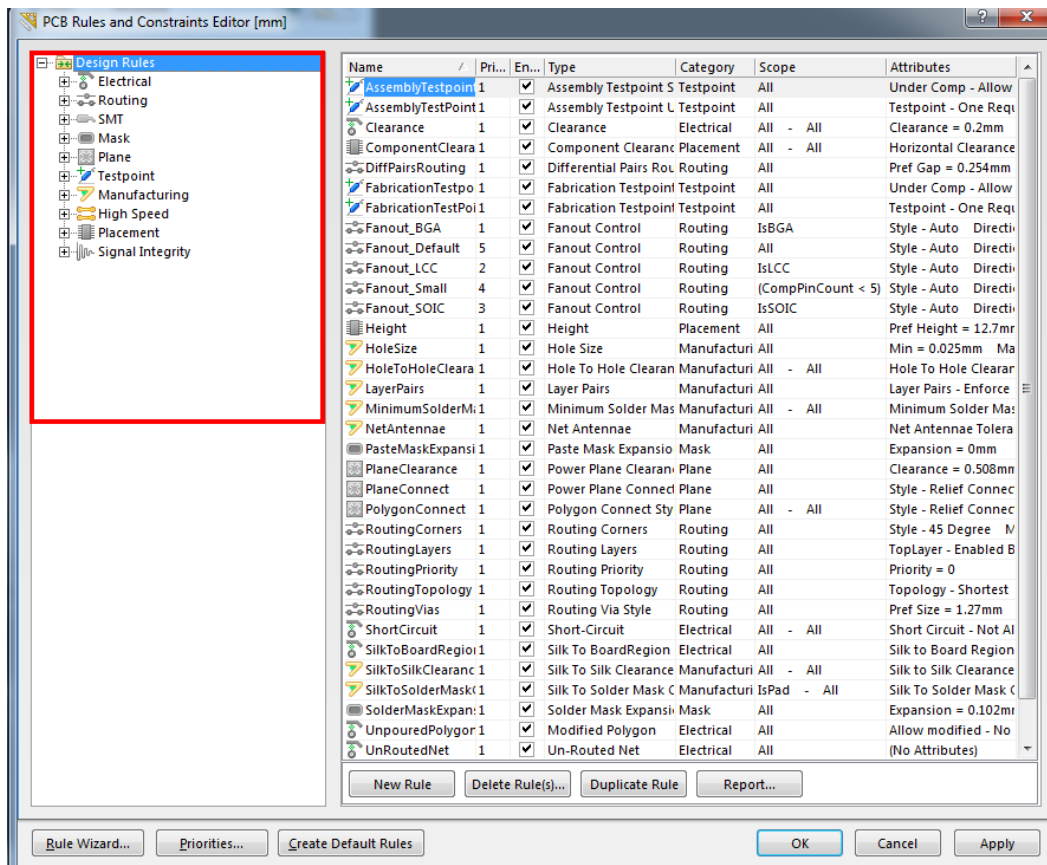

Рис. 5.11
2) Виконайте команду **Design-Rules**. У лівій частині вікна, що відкрилося, вказані групи правил трасування (рис. 5.11).